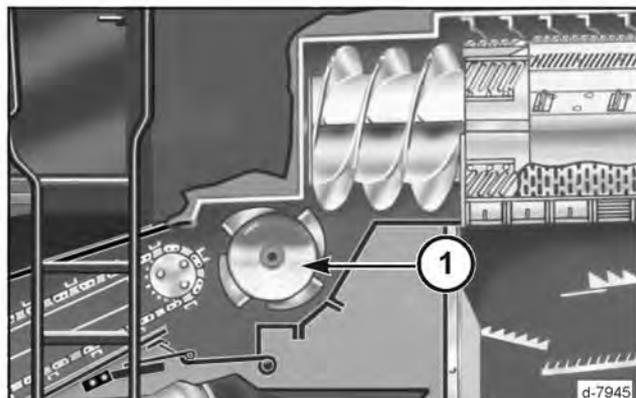

FIG. 143
FIG. 143: El batidor delantero (1) acelera el paso del cultivo desde el alimentador hasta el área interna del rotor, alimentándolo en toda su circunferencia. El batidor delantero también posee trampa para piedras y objetos extraños.